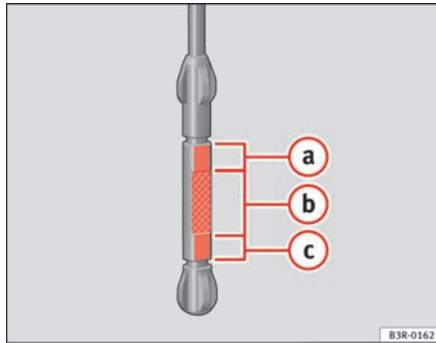

Abb. 165 Markierung am Ölmesstab
- Den Messstab anschließend wieder herausziehen und den Ölstand ablesen ⇒ Abb. 165. Füllen Sie gegebenenfalls Motoröl nach ⇒ Seite 224.